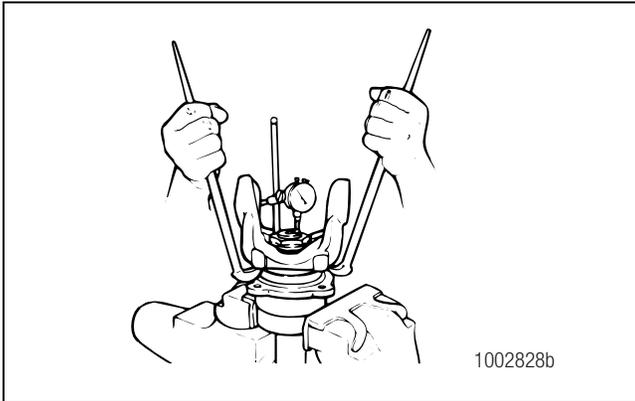

Figura 5.92
5. Instale un indicador de esfera de manera que la base del indicador esté sobre la brida de montaje de la jaula. El indicador o buzo debe tocar el extremo del yugo o la brida de la flecha de salida. Ponga el indicador de esfera en CERO. Figura 5.92.